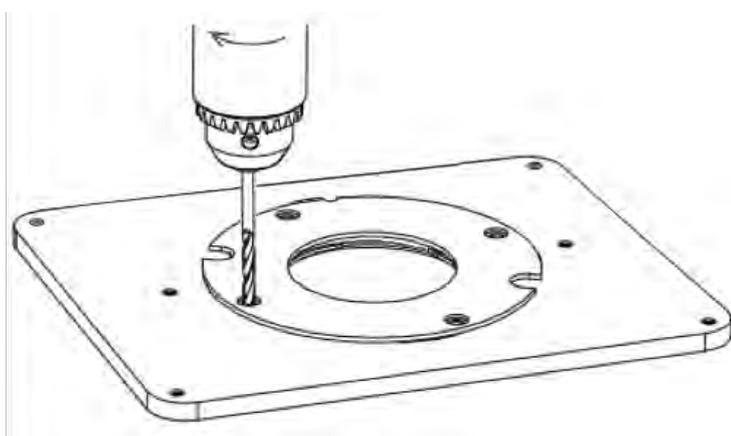

Рис. 1
- наметьте и просверлите отверстия в пластине для крепёжных винтов, приложив съёмную «подошву» базы ручного фрезера к пластине, соблюдая концентричную соосность отверстий для фрез пластины и базы фрезера (Рис. 1); максимальной соосности можно добиться, позиционируя фрезер на пластине с одной из вставок с помощью цилиндрической или конической втулок (в комплект не входят), устанавливаемых в цангу фрезера; сделайте зенковку отверстий, чтобы скрыть головки винтов ниже уровня рабочей поверхности фрезерного стола;